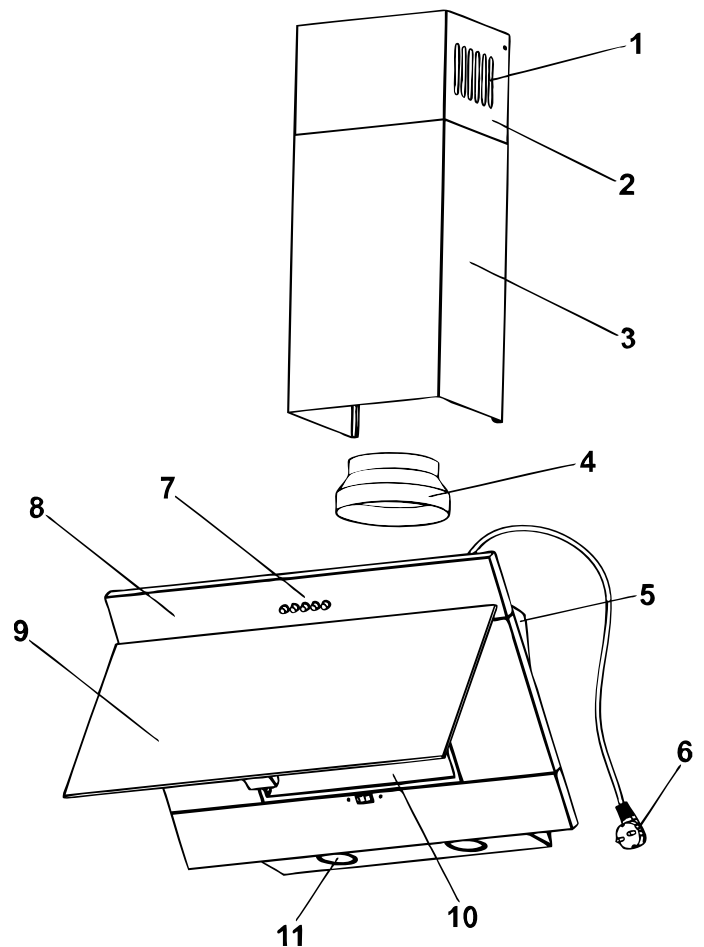

Fig.3
5.4 La hotte comprend les composants suivant (fig.3)